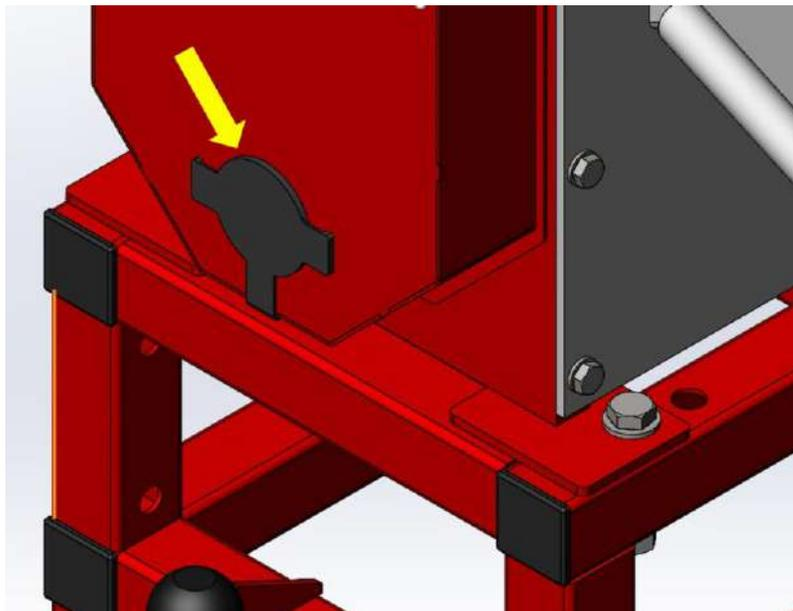

Рисунок 28. Захисна кришка
1. Зніміть захисну кришку, що закриває доступ до привідного вала ріжучого модуля (Рис.28).